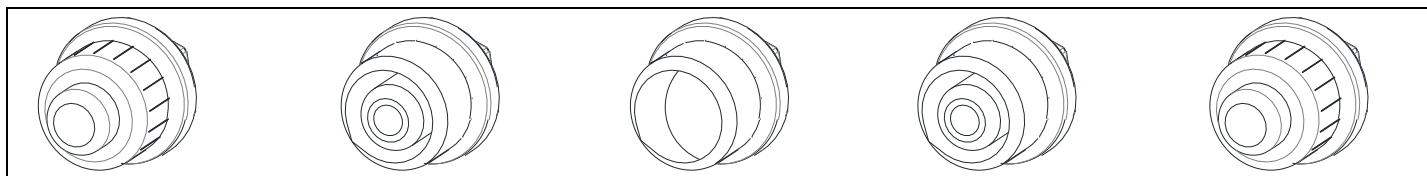

Fig 14 – Remplacement de la pile
- Pour éteindre l'appareil, appuyez et tournez simultanément le bouton dans le sens des aiguilles d'une montre (Fig 14). L'alimentation en gaz sera coupée et la flamme du brûleur sera éteinte.